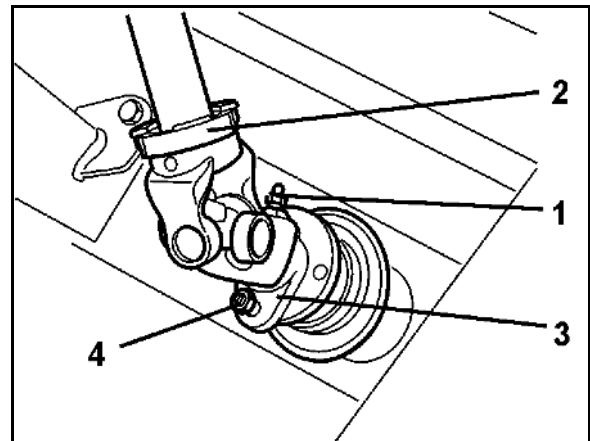

Fig. 99
1. Lösen des Kegelschmiernippels (Fig. 99/1) in der Anschlussgabel (Fig. 99/2) der Gelenkwelle – durch die Öffnung in der Schutztrichterunterseite.
2. Entfernen der Scherschraube (Fig. 99/4) zwischen Gabelflansch (Fig. 99/3) der Gelenkwelle und Flansch der Getriebeeingangswelle.